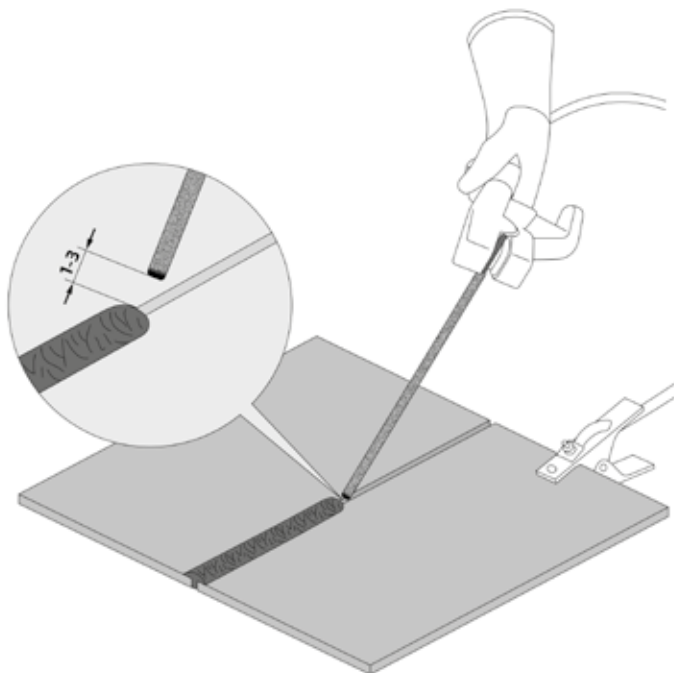

Рис. 7.3.1. Перед началом работы.
6. Начинайте сварочный процесс (см. рис. 7.3.1).
Перед началом работы не забудьте проверить следующее (см. рис. 7.3.1):